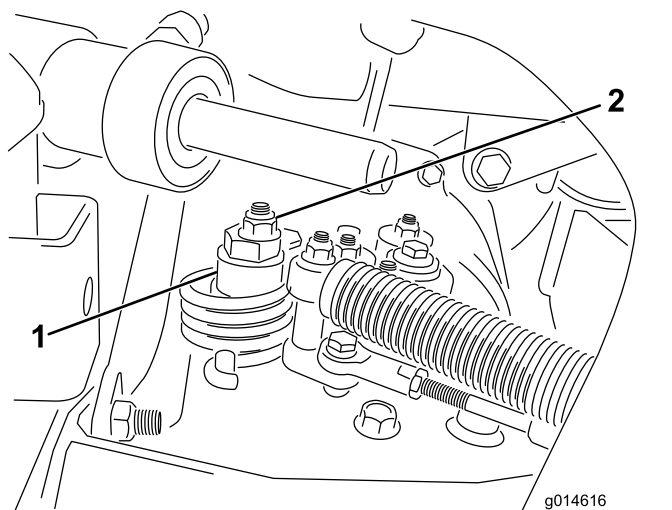

図 44
- A. 偏芯ナットをハイドロスタット上部に止めているナットをゆるめる 図 44。
- C. どちらにも車輪が回らないように偏芯ナットを回して調整する。調整ができれば固定ナットを締める 図 44。スロットル低速 および高速位置で調整が正しいことを確認する。